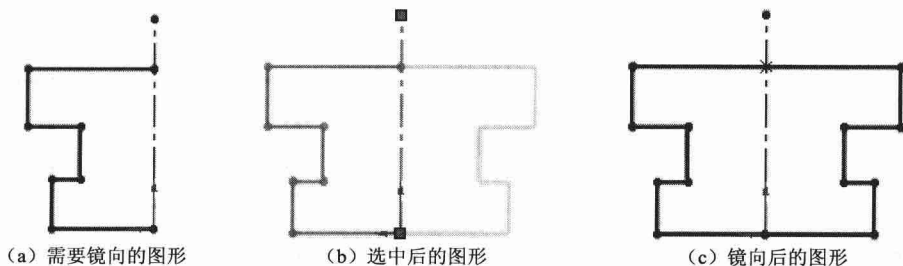

图 1-8 镜向草图实体
- 激活“镜向点”列表框，在绘图区选择要镜向所绕的任意中心线、直线、模型线性边线或工程图线性边线，如图 1-8 所示。